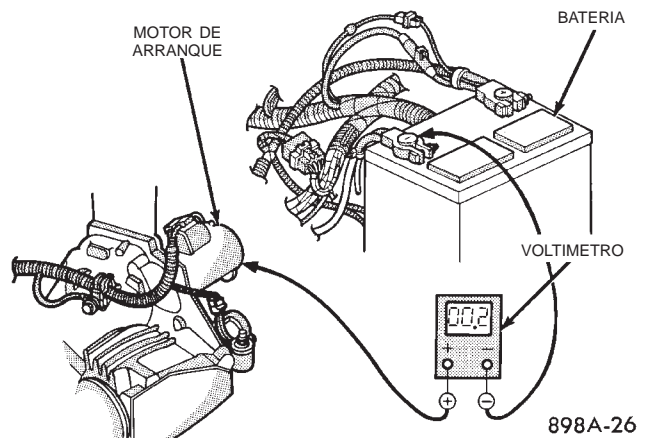

Fig. 6 Prueba de masa del motor de arranque-característica
(5) Conecte el cable positivo del voltímetro a la carcasa del motor de arranque. Conecte el cable negativo del voltímetro al borne del terminal negativo de la batería (Fig. 6). Gire el interruptor de encendido y manténgalo en la posición START.